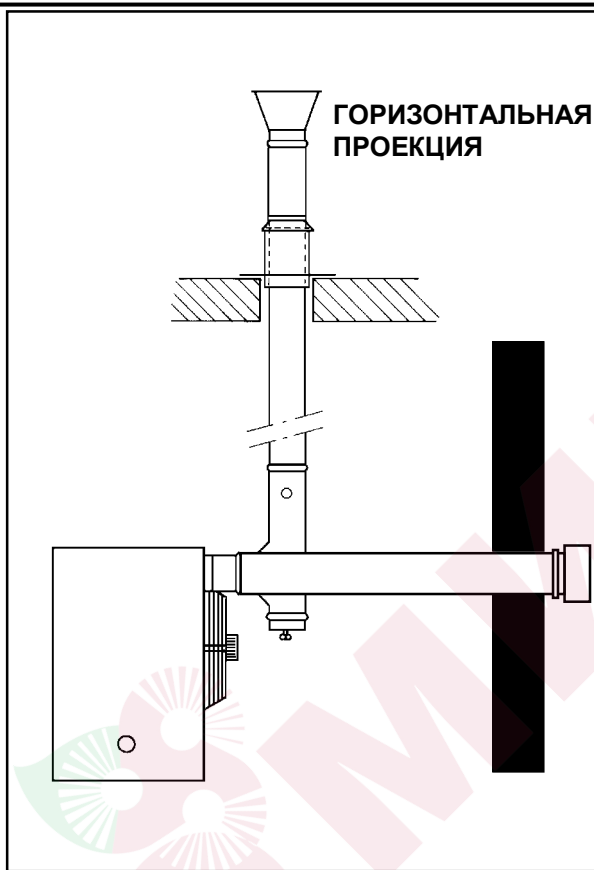

Рисунок 11
- **тип установки С₅₃**: рабочее пространство герметично относительно схемы сгорания. Установка со входной подачей воздуха и выводом выхлопных газов, используя отдельные трубы на разных стенах, например, если труба подачи воздуха монтируется на стене позади устройства, а трубы вывода продуктов сгорания на кровле (см. рисунок 11).